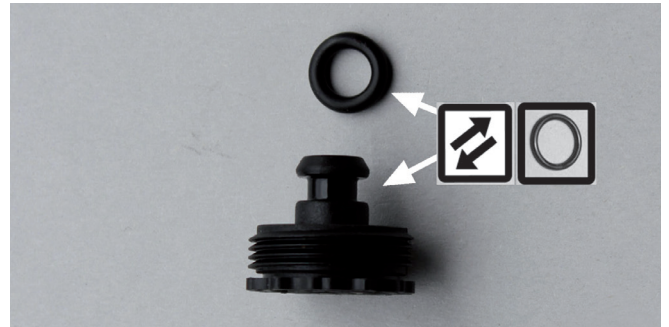

Abbildung 3
- Anschließend O-Ring an der Ablassschraube des Ölfiltergehäuses ersetzen. (Bild 3)